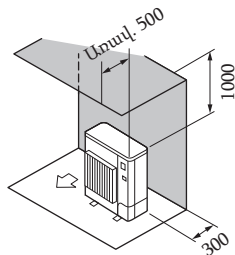

Fig. 2-8
- ② Շրջապատող իրեր՝ միայն հետևի և վերևի մասերում (Fig. 2-8)